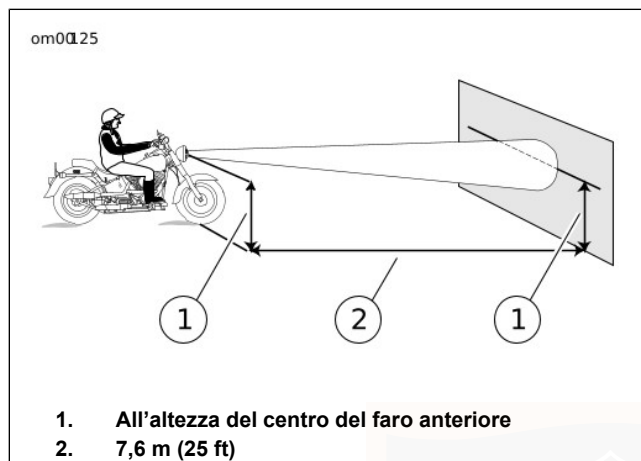

Figura 44. Allineamento del faro anteriore: modelli FLSTC/FLSTF/FLSTN per il mercato USA
- b. Vedere la Figura 44. Per i modelli FLSTC, FLSTF, FLSTN tracciare una linea orizzontale all'altezza del centro del faro.